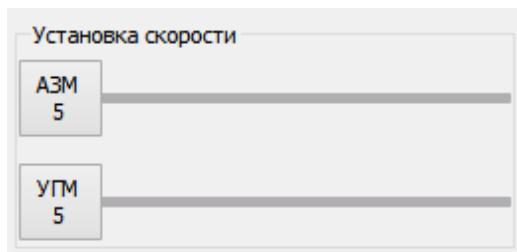

Рисунок 7.3.4.2 Панель установки скорости
7.3.4.2 Панель установки скорости (рисунок 7.3.4.2)